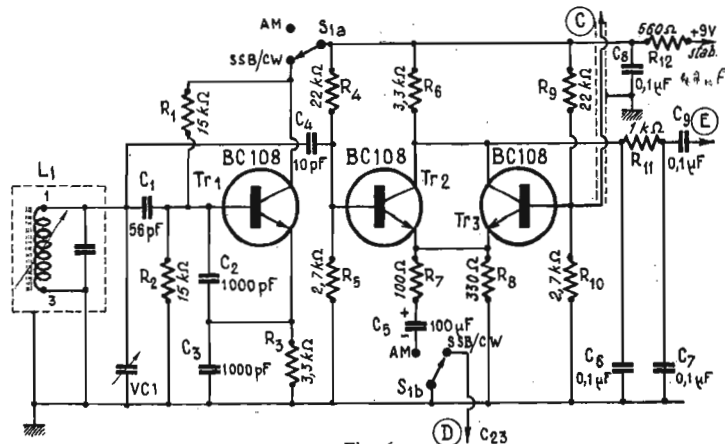
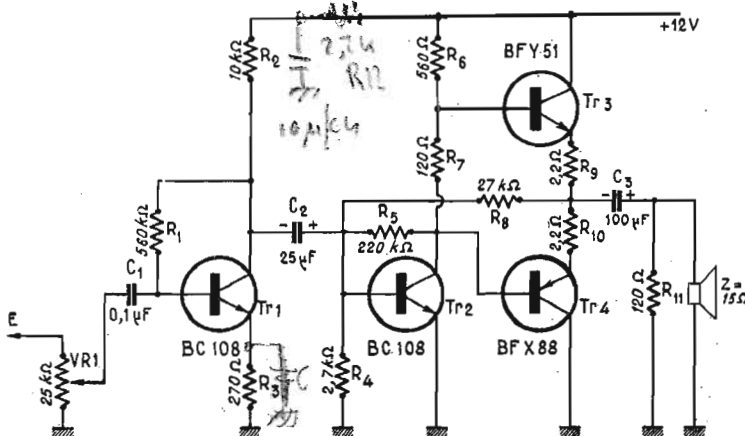

Fig. 6
Fig. 7
La tension de commande de gain automatique ainsi appliquée en plusieurs points permet un excellent contrôle de niveau sans qu'aucun étage se trouve jamais polarisé au « cut-off ». D_2 et C_{23} fournissent la tension d'AGC non retardé (D). A l'écoute de la SSB ou de la télégraphie, ce point est réuni à la masse par le contacteur S_{1b} (Fig. 6) en même temps que le BFO est mis en fonction par S_{1a} .
2. Le BFO - Détecteur de produit (Fig. 6).
L'amplificateur BF (Fig. 7). C'est un montage, familier à nos lecteurs, qui fournit 1 W BF, avec un très faible niveau de distorsion, à condition d'être chargé par un haut-parleur de 15 Ω d'impédance. On pourra, comme pour le BFO-détecteur de produit, envisager de réaliser une plaquette imprimée ou utiliser des circuits omnibus vendus dans le commerce (Radio Prim, par exemple) ou rassembler les éléments sur un morceau de
- 4° Joindre les points C et D des figures 2 et 6 entre eux et la sortie E de la figure 6 à l'entrée correspondante de la figure 7.